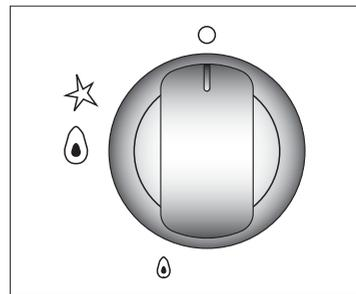

Fig. 3
3. Gradúe la llama a la altura deseada entre MAXIMO (☹) y MINIMO (☺). (Fig. 3)